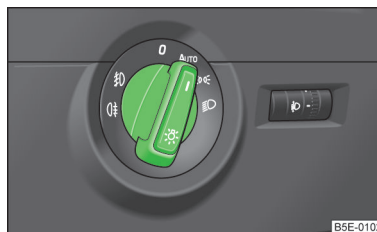

Fig. 30
- ✓ Comutatorul de lumini se află în poziția 0 sau **AUTO** » fig. 30 la pagina 52.
Dacă comutatorul de lumini se află în poziția **AUTO** » fig. 30, lumina de poziție și lumina de întâlnire, precum și lămpile numărului de înmatriculare se activează, respectiv dezactivează automat.
- Rotiți comutatorul de lumini în poziția **AUTO** » fig. 30 la pagina 52.